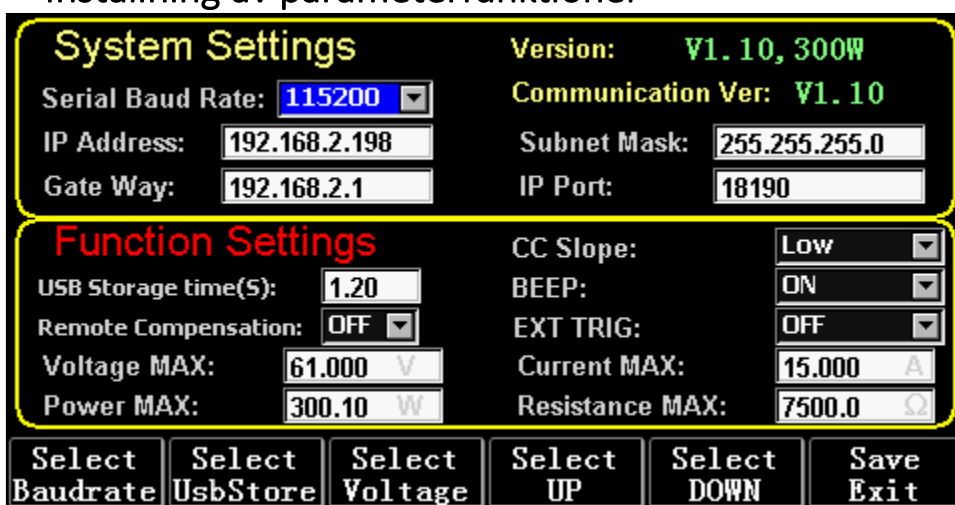

Fig. 10.1 Parameterinställning
1) Tryck på F6 (Config) och använd Tab för att flytta fokus till USB Stare (Fig. 10.1 Parameterinställning). Använd ESC för att radera, ange sifbertangenten 0,2, vilket innebär att spara 5 gånger per sekund.